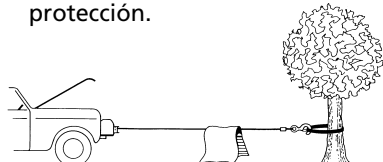

Figura 4
10. Es una buena idea poner una frazada pesada o abrigo sobre el cable de alambre cerca del extremo del gancho al tirar de cargas pesadas (Figura 4). Si falla el cable de alambre, la tela actuará como atenuador y evitará que el cable de alambre latigue. Levante la capota del motor del vehículo para aumentar la protección.